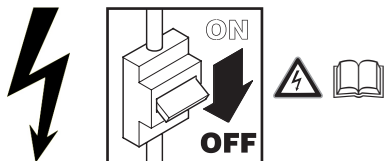

fig. 5
- Den elektrischen Anschluss Ihres Ventilators wie auf Seite 5 in fig. 5 angegeben vornehmen.